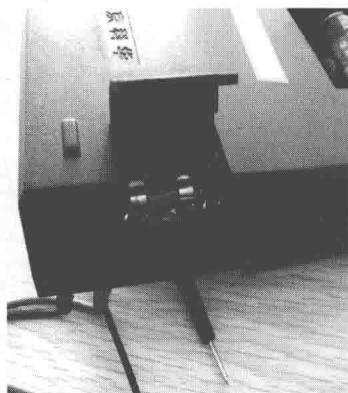

图 1-14 更换保险管
③ 更换保险管 打开保险管盒，更换同一型号的保险管即可，如图 1-14 所示。
① 在测量电阻时，人的两只手不要同时和测试棒一起搭在内阻的两端，以避免人体电阻的并入。
② 若使用“ $\times 1$ ”挡测量电阻时,应尽量缩短万用电表使用时间,以减少万用电表内电池的电能消耗。